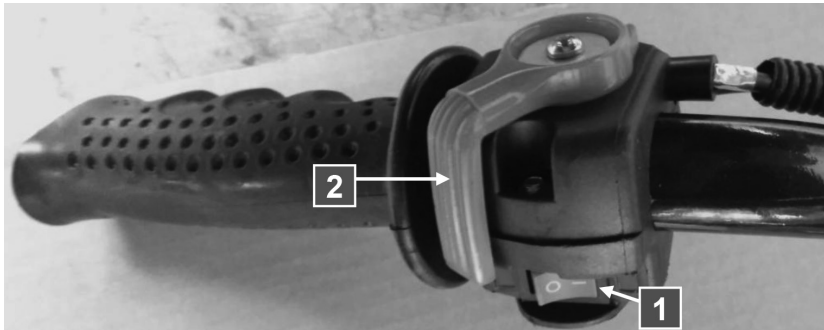

Рис. 7
- Установите выключатель зажигания (1) в положение «I» (включено) (рис. 7).
- Переведите дроссельный рычаг (2) на 1/3 хода в сторону положения максимальных оборотов двигателя (рис. 7).